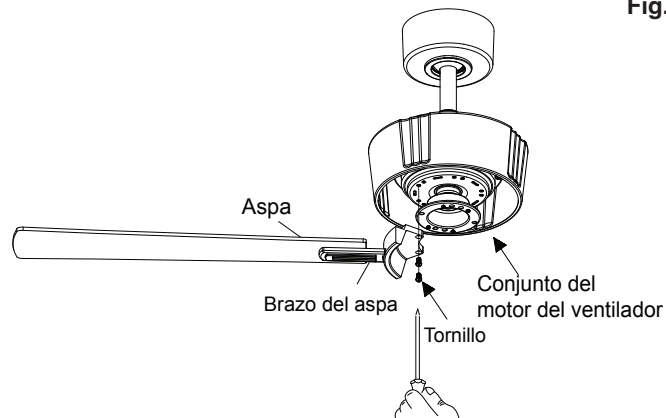

Fig. 17
Paso 1. Fija el conjunto del aspa al conjunto del motor del ventilador apretando el tornillo del conjunto del aspa en el conjunto del motor del ventilador. (Fig. 17)